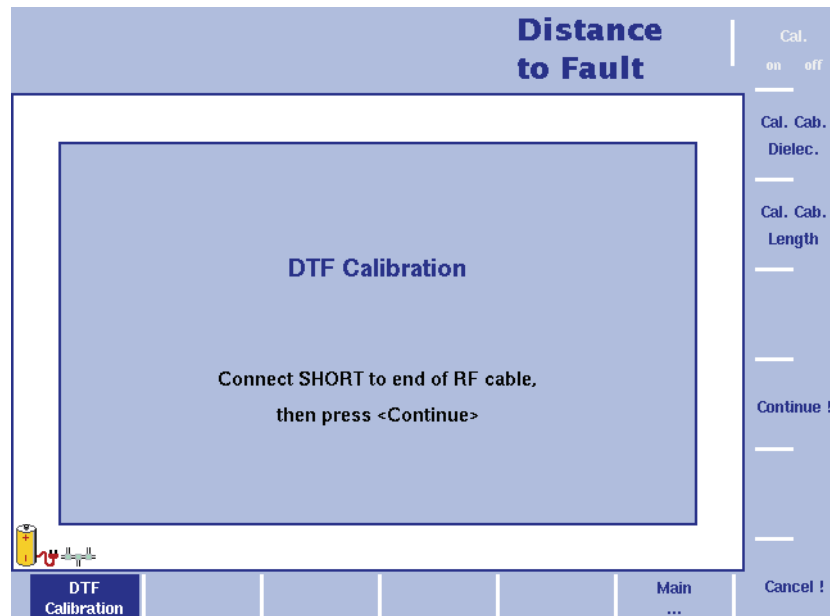

Abb. 48 Kalibrierungsmenü Distance to Fault
- 5 Der 9102 führt Sie Schritt für Schritt mit Hinweisen auf dem Bildschirm wie in Abbildung 48 durch den Kalibriervorgang. Schließen Sie auf Aufforderung den Kalibriersatz an das Verlängerungskabel für den Prüfanschluss an und drücken Sie auf **Continue**. Sie können den Kalibriervorgang mit dem Softkey **Cancel !** abbrechen.